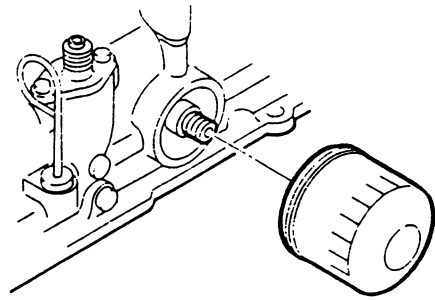

Fig. 7.1
(2) Cambio del filtro de aceite (Fig. 7.1).